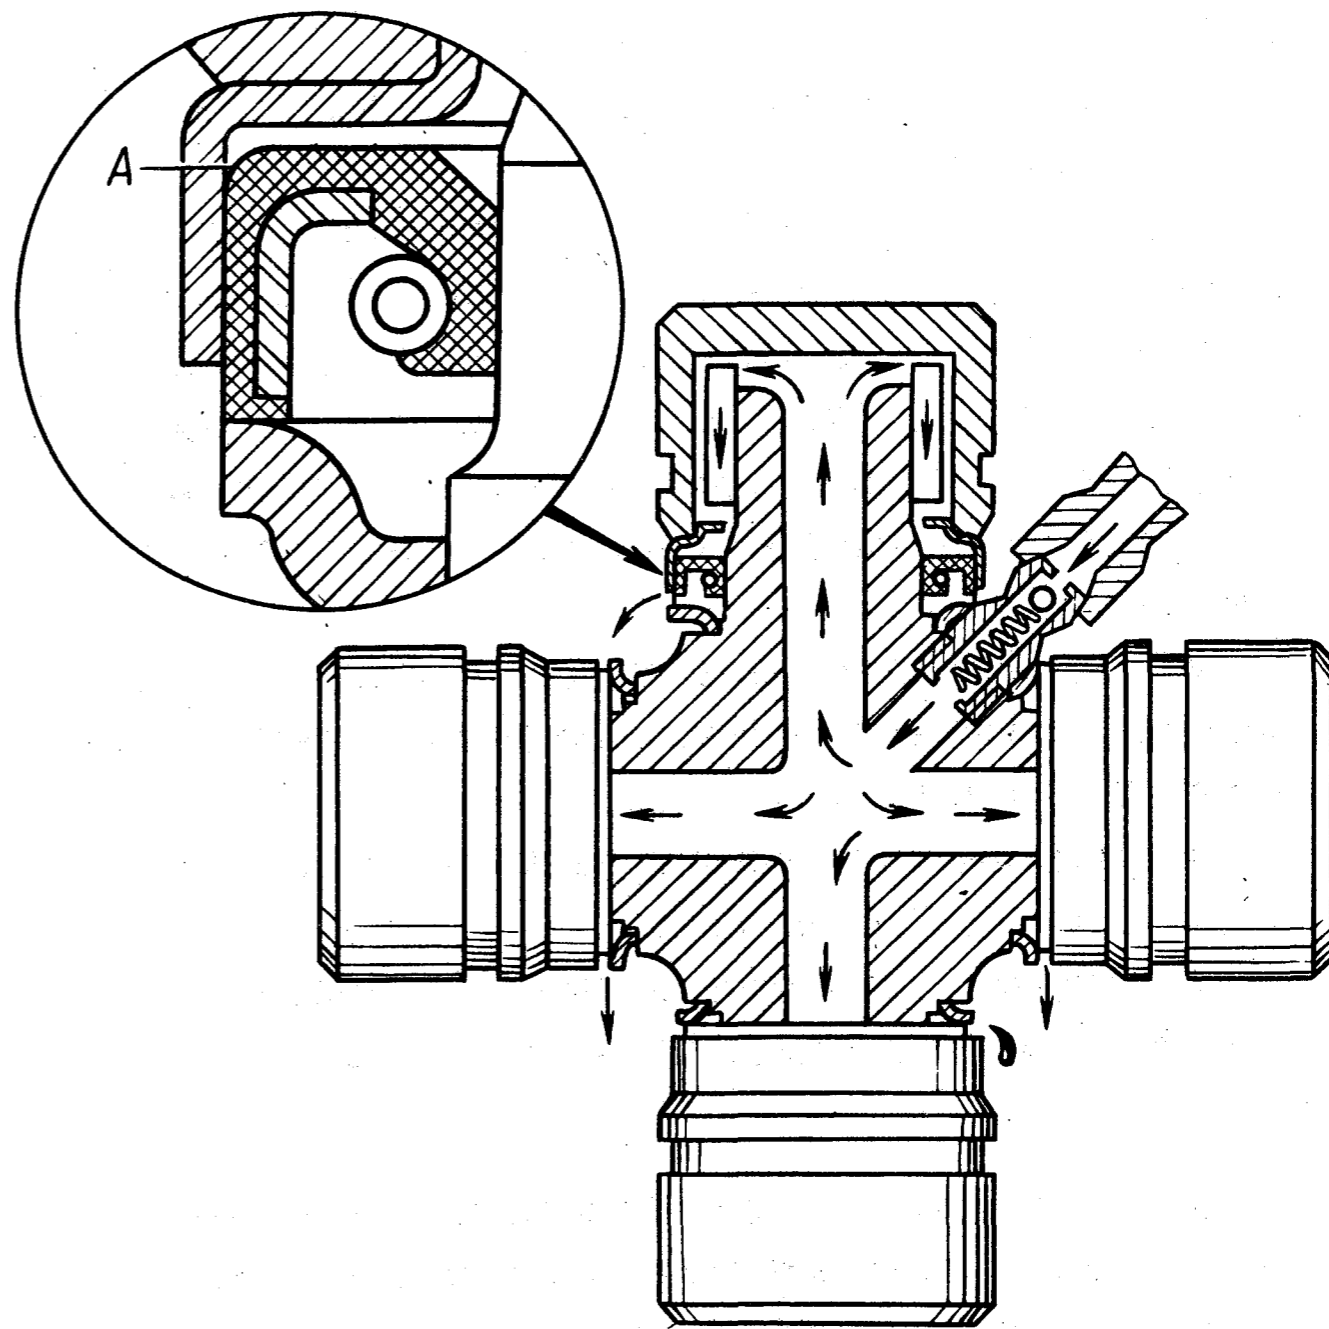

Рис. II5. Схема смазки подшипников карданного шарнира
В собранном шарнире масло, находящееся между грязеотражателем крестовины и сальником, служит как бы масляным фильтром, защищающим рабочую кромку сальника от пыли, грязи и влаги. Сальники игольчатых подшипников установлены так, что они выпускают воздух и отработавшее излишнее масло из шарнира при чрезмерном давлении в нем. Для того, чтобы при смазке шарнира воздух вышел из подшипника, давление масла должно быть достаточно большим (рис. II5).
1. Надеть на крестовину четыре сальника до упора в грязеотражатели. Пружинка при этом должна оставаться внутри сальника. Следить, чтобы не завернулась рабочая кромка сальника. В новых сальниках проверить наличие фаски А по наружному диаметру со стороны, обращенной к торцу шипа крестовины (рис. II5). Если фаска отсутствует, то следует за-